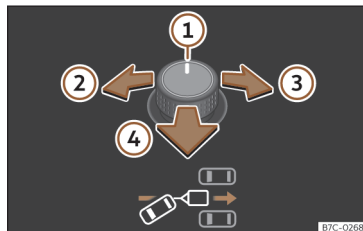
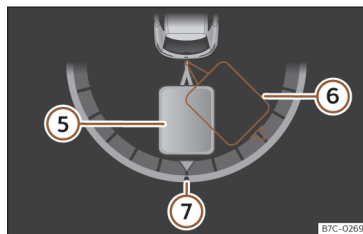

Fig. 167 Comando giratório dos retrovisores exteriores: ajustar o ângulo do reboque.
Fig. 168 Ecrã do painel de instrumentos: na marcha-atrás.
Legenda da >>> **Fig. 167**, >>> **Fig. 168**:
- Rode o comando giratório até atingir a direção desejada >>> **Fig. 167**. No ecrã do painel de instrumentos aparece, a modo de orientação, uma representação do conjunto veículo trator e reboque na posição atual >>> **Fig. 168**.